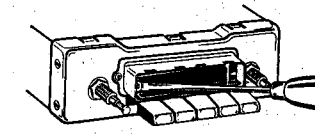

Fig. 48
4. Reflektor herausnehmen, Fig. 48.
4. Remove reflector, Fig. 48.